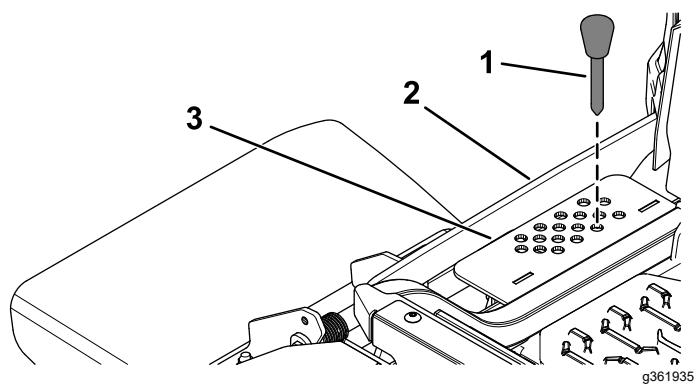

Figura 31
2. Selectai un orificiu din consola pentru înălțimea de tăiere care corespunde înălțimii de tăiere dorite i introduceți tiftul (Figura 31).
3. Apăsai în jos comutatorul pentru ridicarea punii până când conexiunea înălțimii de tăiere intră în contact ușor cu tiftul înălțimii de tăiere (Figura 31).